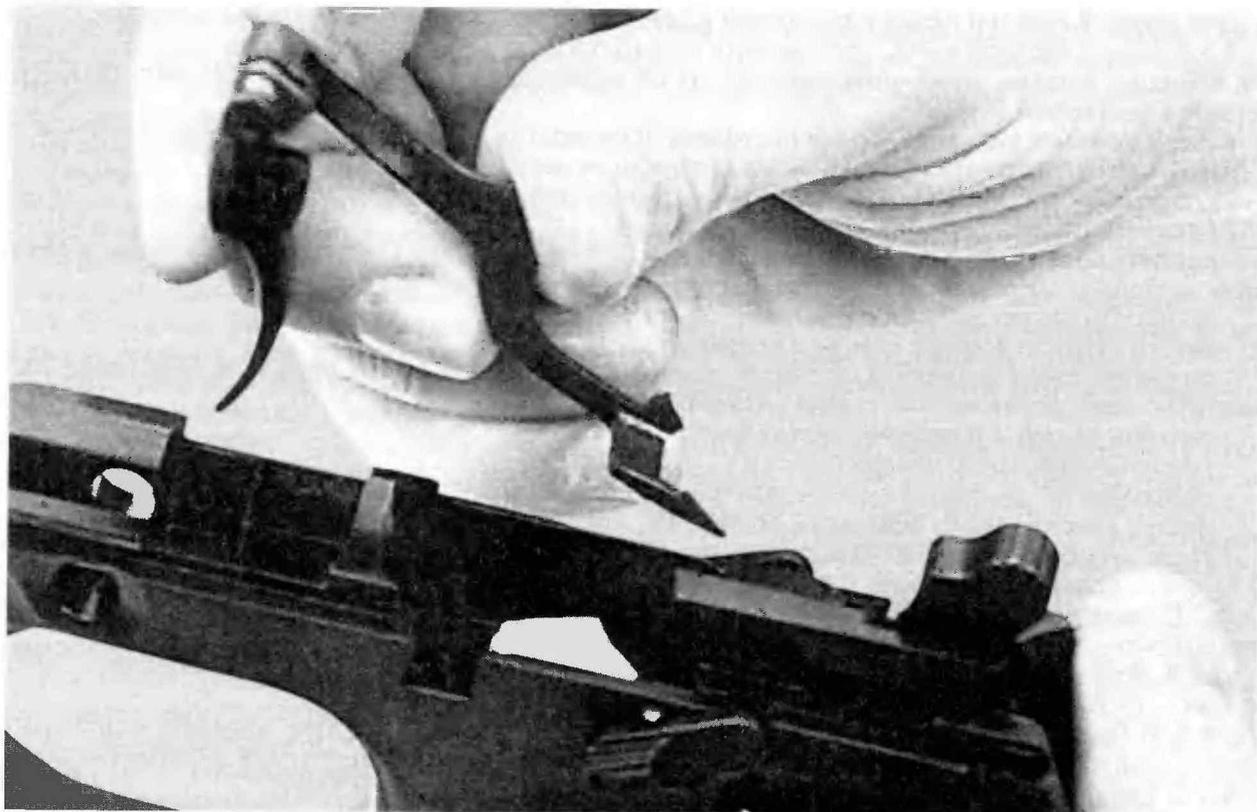

Рисунок 16
12) установить в рамку спусковой механизм, для чего, повернув спусковой крючок относительно оси тяги спуска (рисунок 16), ввести механизм в полость рамкой, после совмещения отверстий в спусковом крючке и рамке, в отверстие вставить ось;